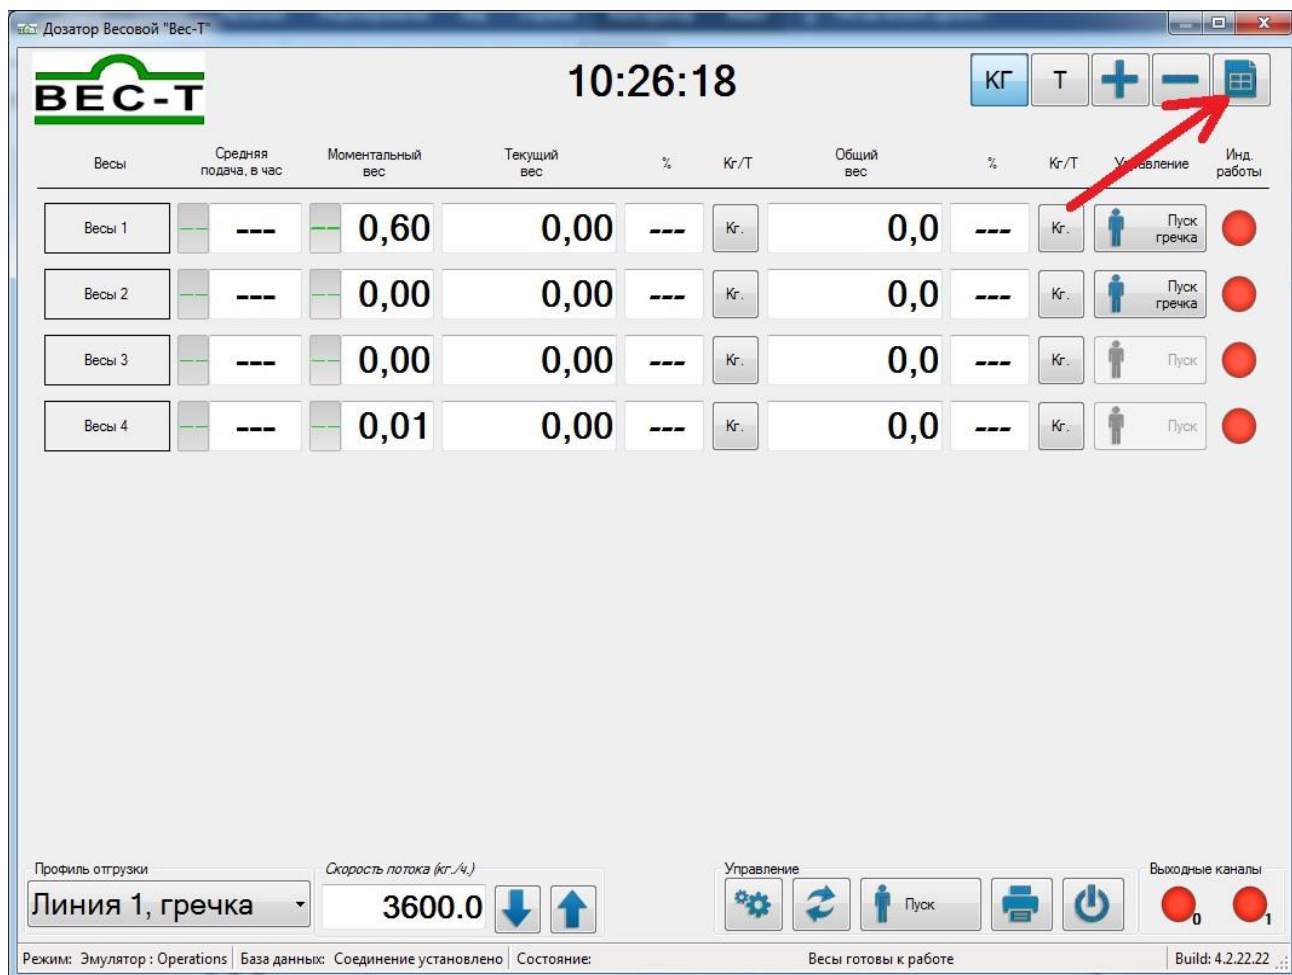
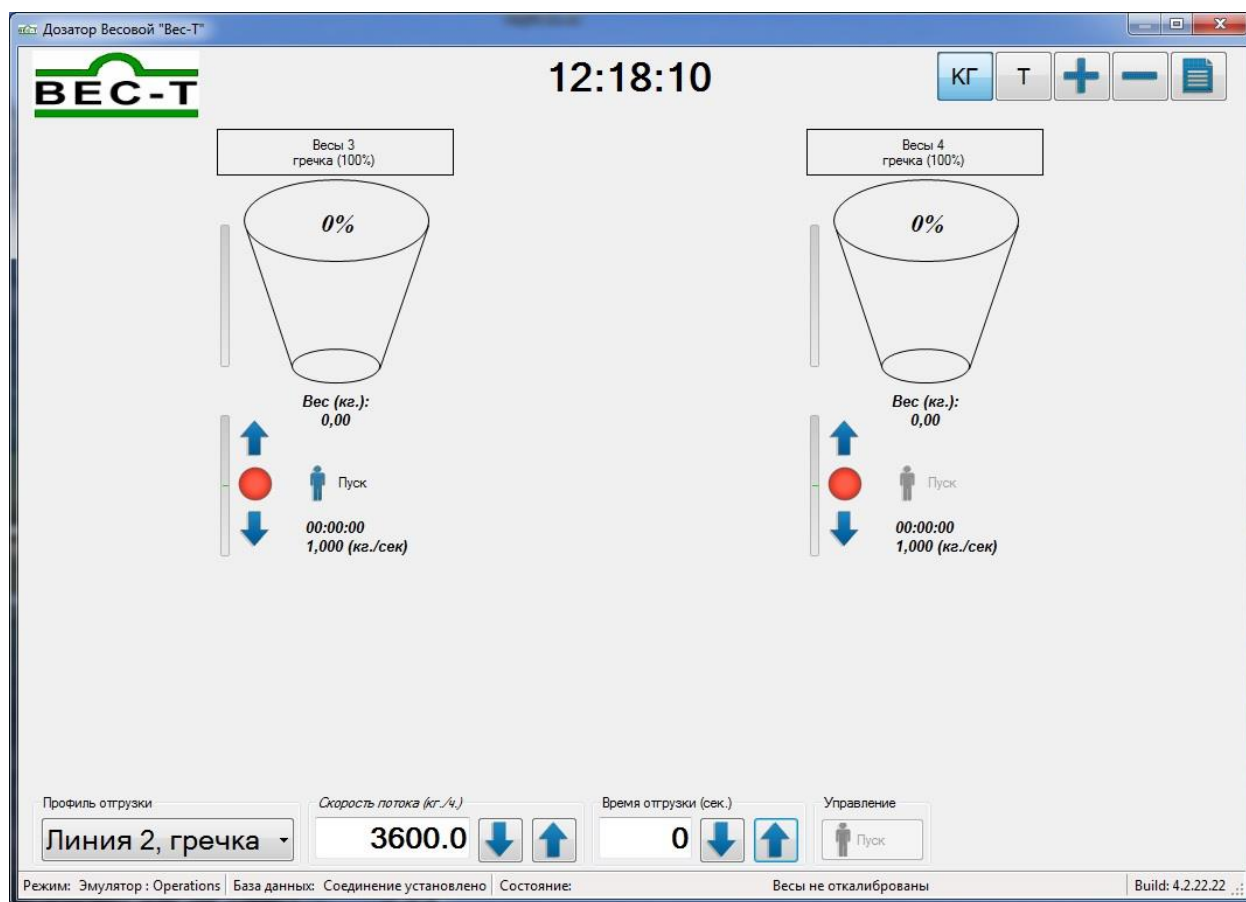

Рисунок 4.1 Табличный вид экрана.
Рисунок 4.2 Мнемосхема
- 4.1.3 Нажмите на пиктограмму «Выбора вида экрана» и выберите необходимый для работы экран в виде таблицы, приведенной на Рис. 4.1, или в виде мнемосхемы, приведенной на Рис. 4.2.